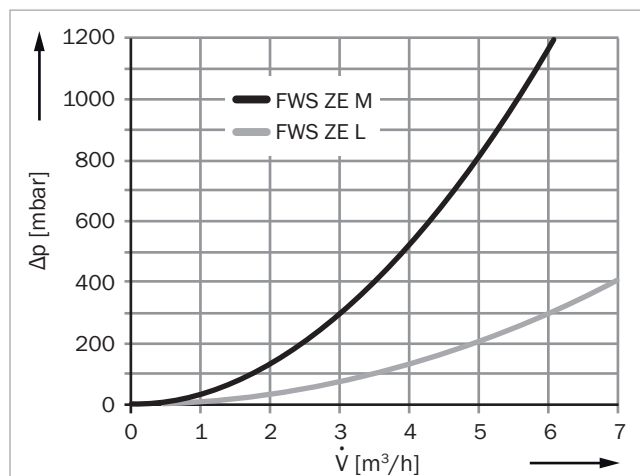

Abb. 2: Druckverlustkurven der Zirkulations-Erweiterungssets
* entnommen aus → Abb.2.
Der Druckverlust der Zirkulation setzt sich im Wesentlichen aus dem Druckverlust des jeweiligen Zirkulations-Erweiterungssets (siehe → Abb.2) und den verbauten Rohrleitungen zusammen.